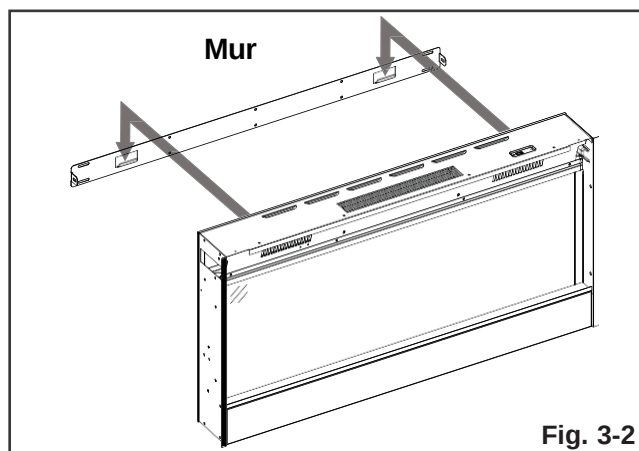

Fig. 3-2
- F. Une fois le support de montage mural installé, demandez à deux personnes de soulever l'appareil et d'insérer les deux crochets du support dans les deux fentes situées au dos de l'appareil (**Fig. 3-2**).